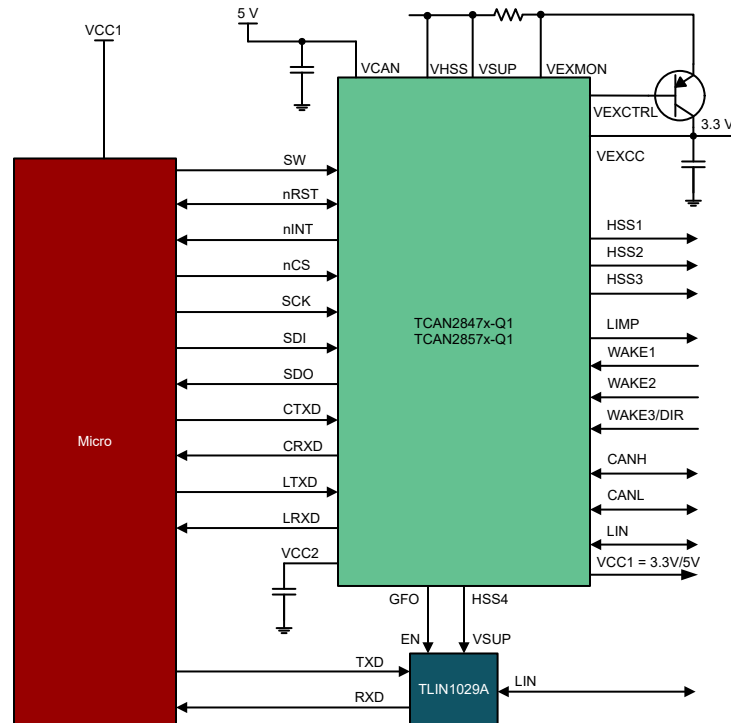
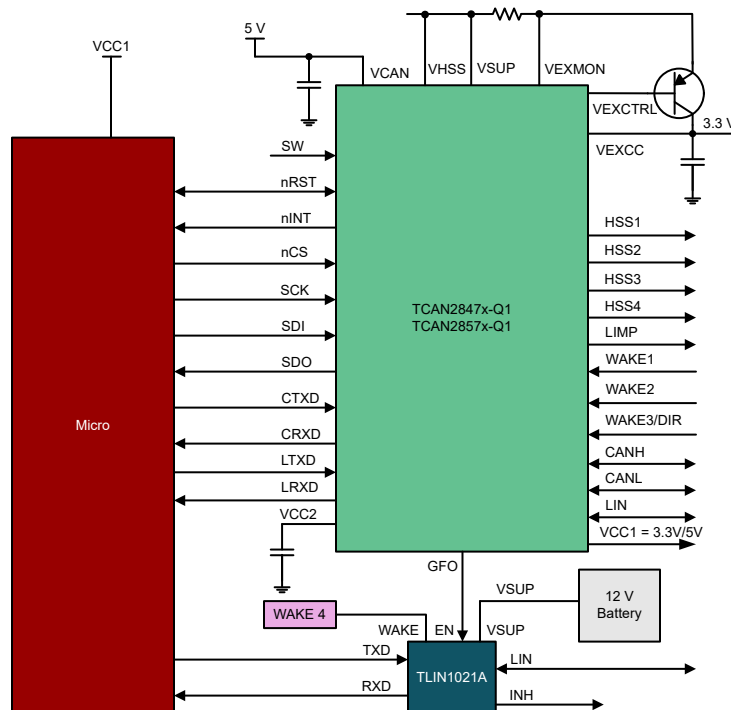

图 9-3. 使用简单 LIN 收发器进行通道扩展
图 9-4. 通道扩展增强型 LIN 收发器
- 一个 CAN FD 收发器和两个 LIN 收发器（使用 TCAN2857-Q1），并配备一个 LIN 收发器，请参阅图 9-4
图 9-3 和图 9-4 展示了 TCAN2855-Q1 或 TCAN2857-Q1 如何控制外部 LIN 收发器的简要图。两图个都展示了为收发器供电的高侧开关 (HSS)。当 TCAN285x-Q1 进入睡眠模式时，HSS 关闭，从而关断收发器的电源。如果不需要上述情况，可以将收发器 VSUP 连接到与器件相同的 VSUP 电源。要对器件进行配置以控制 LIN 收发器，需要配置以下寄存器和位。